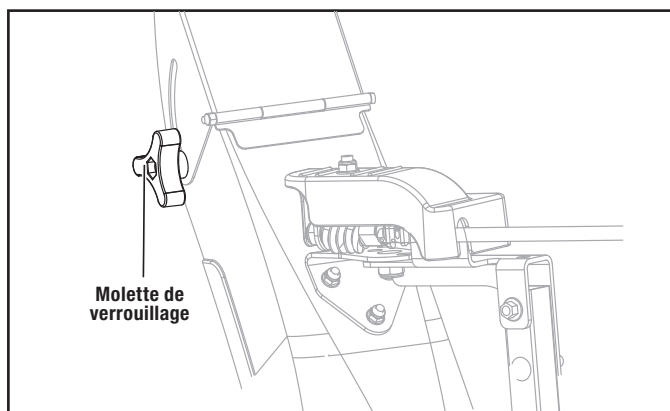

Figure 16
1. Desserrez la molette de verrouillage afin de régler le déflecteur de décharge de la neige à une hauteur appropriée. (figure 16)